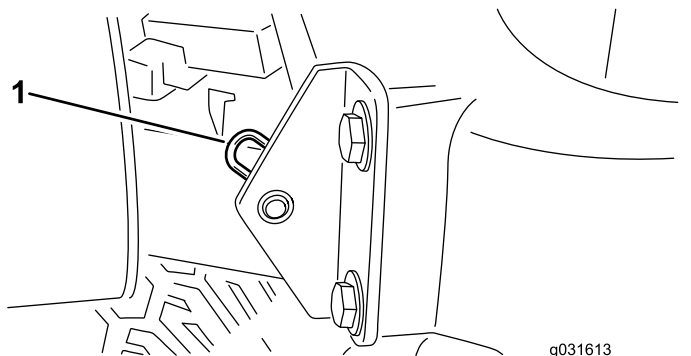

図 31
2. フードのピボット部をブラケットに固定しているヘアピンコッターを抜き取る 図 31。